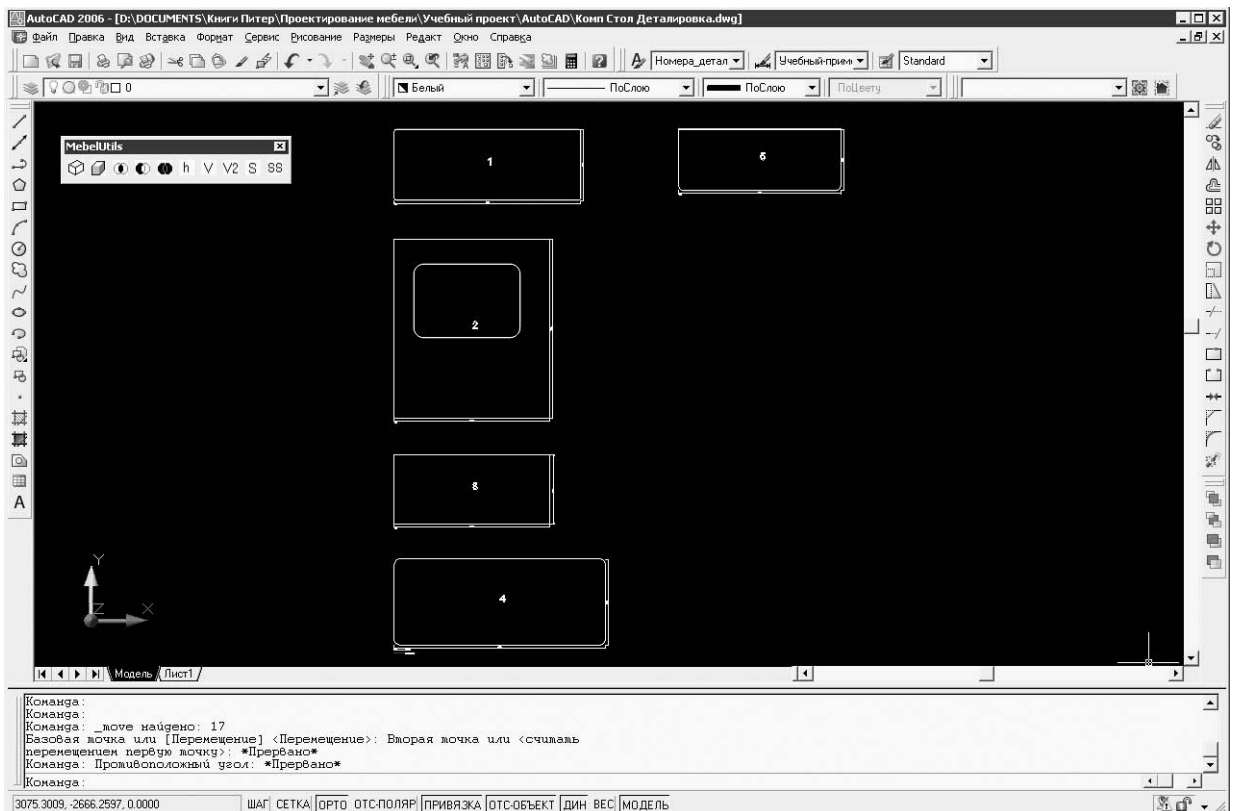

Рис. 5.35
3. Нажать кнопку ОК, чтобы начать раскладку деталей — все детали раскладываются в одной плоскости, на каждую деталь наносится номер, проставляются размеры и обозначаются места наклейки кромки (рис. 5.35).